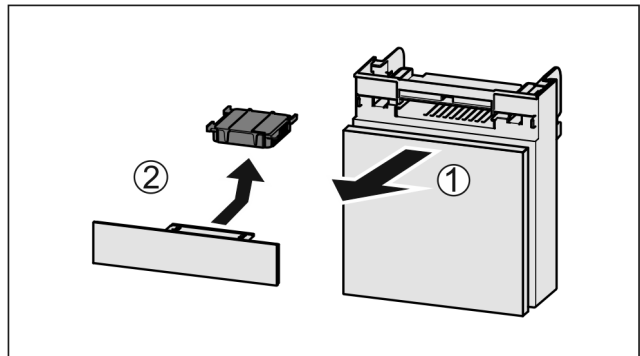

Fig. 76
- ▶ Extrageți Fig. 76 (1) compartimentul către înaintea.
- ▶ Scoateți Fig. 76 (2) filtrul de cărbune activ.